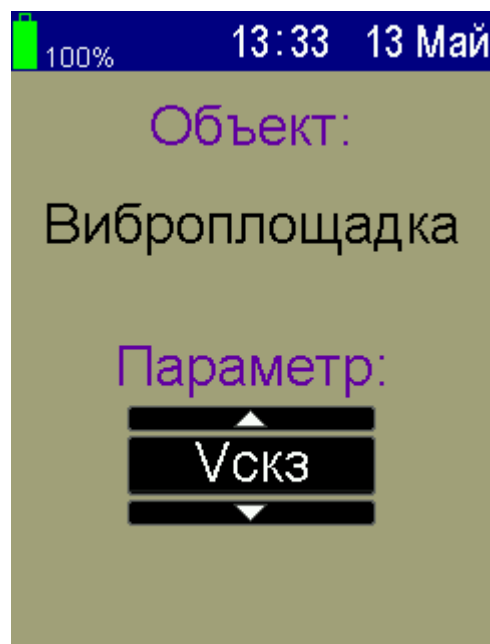

Рисунок 3.26
3.6.1 В пункте главного меню «Параметры ВИСТ» (рисунок 3.26) выбирается объект измерений (общий или виброплощадка) и измеряемый